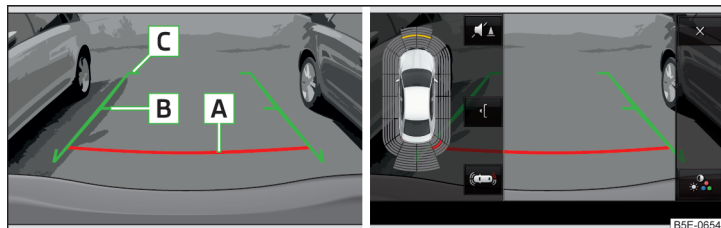

Fig. 152 Ecranul Infotainment: Linii de orientare / suprafețe de comandă funcții
**Distanța liniilor de orientare din spatele autovehiculului » fig. 152**
**Suprafețe de comandă funcții » fig. 152**